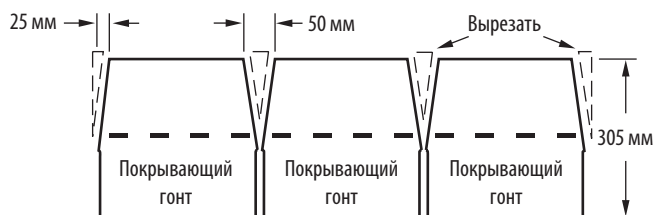

Рис. 10-24. Подрежьте язычки, а затем обрежьте край гонтов, чтобы получить покрывающие гонты (показан гонт английских размеров).
2. Для того чтобы изготовить коньковые шаблоны, подрежьте целые гонты в области прорезей между язычками. Отрежьте задний конец покрывающих гонтов, как показано на Рис. 10-24.